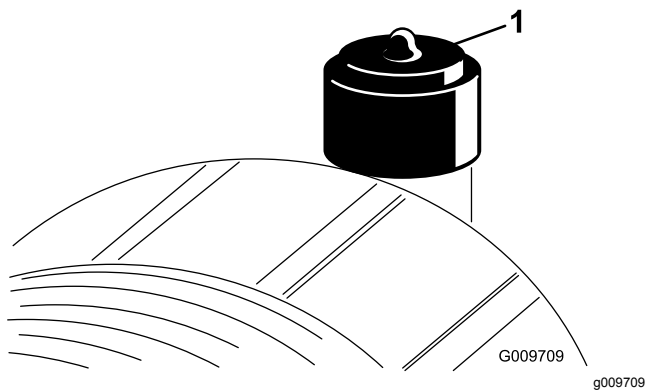

Bild 75
Warten Sie den Luftfilter nur, wenn dies von der Kundendienstanzeige angegeben wird (Bild 75). Das frühzeitige Auswechseln des Luftfilters erhöht nur die Gefahr, dass Schmutz in den Motor gelangt, wenn Sie den Filter entfernen.
2. Stellen Sie die Anzeige (Bild 75) zurück, wenn sie auf Rot steht.